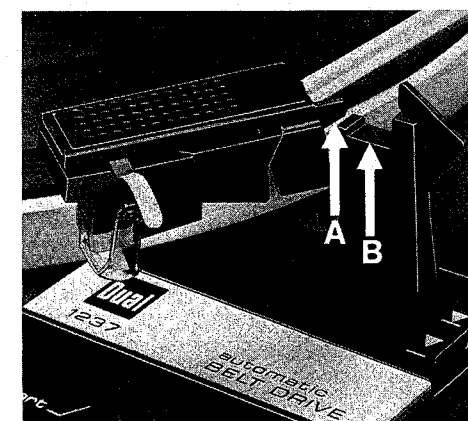

Fig. 17
Der Tonarm ist ausbalanciert, wenn Kante "A" des Tonarmkopfprofils und Kante "B" der Tonarmstütze auf gleicher Höhe sind (Fig. 17), oder wenn der Tonarm sich nach Antippen in vertikaler Richtung wieder von selbst in die horizontale Lage einpendelt. Beim Ausbalancieren des Tonarmes muß dieser von der Kinematik entkoppelt sein. Tonarmlift in Stellung  $\Sigma$  bringen und eventuell Plattenteller von Hand im Uhrzeigersinn (einige Umdrehungen) drehen.
Le bras de lecture est équilibré, lorsque le bord "A" du profil de la tête et le bord "B" du support du bras sont au même niveau (Fig. 17), ou lorsqu'après une légère pression verticale exercée sur le bras, celui-ci revient de lui-même à la position horizontale. Lors de l'équilibrage, le bras de lecture doit être découplé de la chaîne cinématique. Amener le lève-bras dans la position  $\Sigma$  et tourner éventuellement le plateau à la main dans le sens des aiguilles d'une montre (quelques tours).
The tonearm is exactly balanced when edge "A" of the tonearm head profile is at precisely the same height as edge "B" of the tonearm rest (Fig. 17), or when the tonearm, tapped vertically, returns automatically to a horizontal position. When balancing the tonearm, the automatic mechanism must be disengaged. To be sure of this, place the cue control in position  $\Sigma$  and turn platter by hand clockwise a few rotations.
De toonarm is uitgebalanceerd, zodra de onderzijde van "A" en de bovenzijde van "B" op gelijke hoogte blijven (Fig. 17), of wanneer de toonarm, na lichte aanraking, uit zichzelf de horizontale positie inneemt.
El brazo estará equilibrado cuando el canto "A" de la cabeza se encuentre a la misma altura que el canto "B" del soporte (Fig. 17), o cuando al hacer oscilar el brazo verticalmente este vuelva a su posición horizontal al encontrarse en reposo. Para equilibrar el brazo habrá que liberarlo de su dispositivo de accionamiento. A tal fin hay que elegir la posición **II** en el dispositivo de elevación/descenso del brazo y, eventualmente, girar con la mano el plato en sentido de las manecillas del reloj (unas vueltas).
1. Ställ nåltrycket (9) på "0" lossa tonarmen och vrid ut den från stödet.
2. Justera därefter antiskatingvisaren (12) inom nollområdet, tills tonarmen slutar att vrida sig i horisontalplanet.
3. Om tonarmen inte pendlar in och stannar i vågrätt läge, lossa fästskruven (11) och gör en grovjustering av motvikten genom att förskjuta motvikten, så att ungefärlig balans erhålles. Lås därefter åter fast motvikten med skruven.
4. Finjustera balansen genom att vrida motvikten. Tonarmen är rätt balanserad när kanten A på monteringsbryggan ligger i nivå med kanten B på tonarmsstödet (Fig. 17). Om man nu vippar på tonarmen i vertikalled, skall den av sig själv pendla tillbaka till horisontalläget. Vid utbalansering av tonarmen måste "start"/"stopp" vredet stå i neutral-läge så att tonarmen är frikopplad från automatiken. Om vredet icke står i neutral-läge, ställ tonarmsnedlägget i läge **II** och snurra skivtallriken för hand medurs några varv.
Il braccio sarà esattamente bilanciato quando lo spigolo „A" della sua estremità e lo spigolo „B" del supporto del braccio si troveranno alla medesima altezza (Fig. 17), oppure quando il braccio, dopo averlo sollevato o abbassato, si riporta da solo in posizione orizzontale. Nell'effettuare il bilanciamento del braccio, la leva di comando deve rimanere in posizione di riposo, in modo che il braccio sia svincolato dall'automatismo. Portare il sollevabraccio in posizione **II** e far fare alcuni giri in senso orario al piatto.